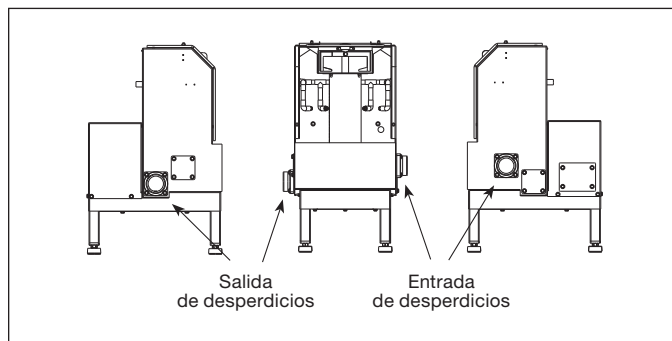

Figura 18.
- A. Retire los cuatro tornillos que mantienen el acople de entrada y la junta en su lugar (ver Figura 18).
- B. Retire los cuatro tornillos que mantienen la tapa y la junta en su lugar (ver Figura 18).
Conecte una línea de drenaje de 2" (5 cm) con la salida de desperdicios del Waste Xpress según lo especifiquen los códigos locales (ver Figura 18 para ubicar la salida de agua).
- Retire los cuatro tornillos que mantienen la tapa y la junta en su lugar (ver Figura 18).